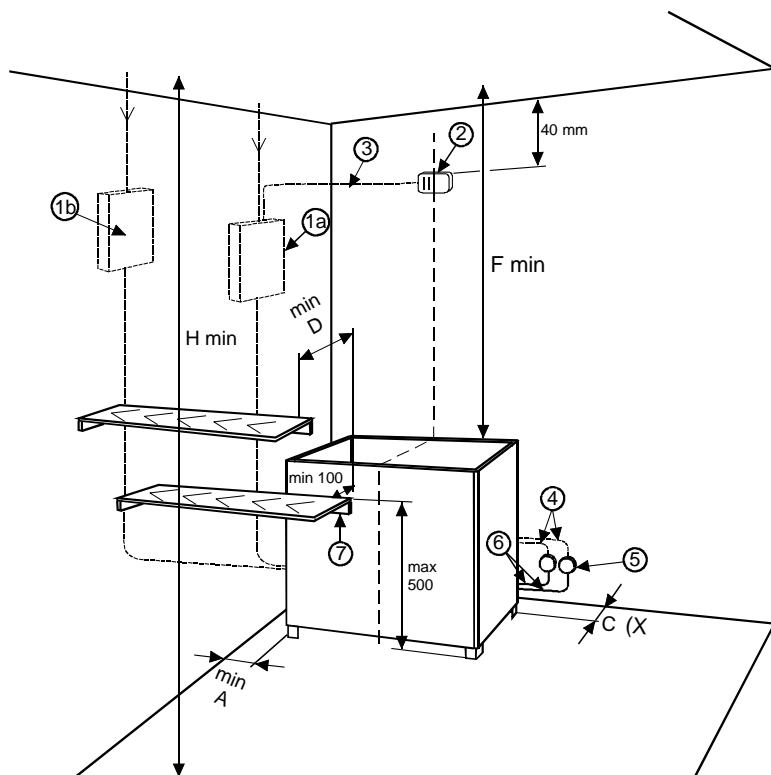

Imagen 1
- Zapoznać się z odległościami instalacji przedstawionymi na rys. 1. Nieprzestrzeganie zaleceń może spowodować zagrożenie pożarowe.
Podane modele pieców do sauny montuje się jako wolnostojące, przytwierdzając mocno dwie nogi do podłoża za pomocą śrub. Podczas mocowania pieca do podłoża należy przestrzegać wymagań dotyczących minimalnych odległości od materiałów palnych, zgodnie z informacjami podanymi na tabliczce znamionowej pieca, w tabeli 1 i na rys. 1. Nie należy wykladać ściany za piecem płytami z materiałów takich jak azbest lub eternit, ponieważ może to spowodować nadmierny wzrost temperatury w ścianie.
Panel sterowania instaluje się w dogodnym miejscu poza pomieszczeniem sauny. Zespół czujników powinien być przymocowany do ściany w saunie zgodnie z rys. 1. Nieprzestrzeganie odległości zalecanych na rys. 1 może spowodować zagrożenie pożarowe.
Instalacja elektryczna pieca sauny i panelu sterowania może zostać wykonana wyłącznie przez uprawnionego elektryka. Główne podłączenie powinno zostać wykonane zgodnie z rys. 1. Schematy połączeń znajdują się wewnątrz pieca sauny i panelu sterowania. Piec do sauny może być podłączony za pomocą gumowego przewodu HO7RN-F, zob. tabela 1. Skrzynka rozdzielcza musi być bryzgoszczelna, a wysokość jej zamocowania nie może przekraczać 500 mm od podłoża. Jeżeli przewody podłączeniowe bądź instalacyjne przebiegają wewnątrz sauny lub w jej ścianach na wysokości ponad 1000 mm od podłoża muszą być one odporne na temperaturę 170°C (np. HO7SS-K4G). Wszystkie urządzenia elektryczne montowane powyżej 1000 mm od podłoża sauny muszą być zatwierdzone do użytku w temperaturze otoczenia wynoszącej 125°C (oznaczenie T 125).